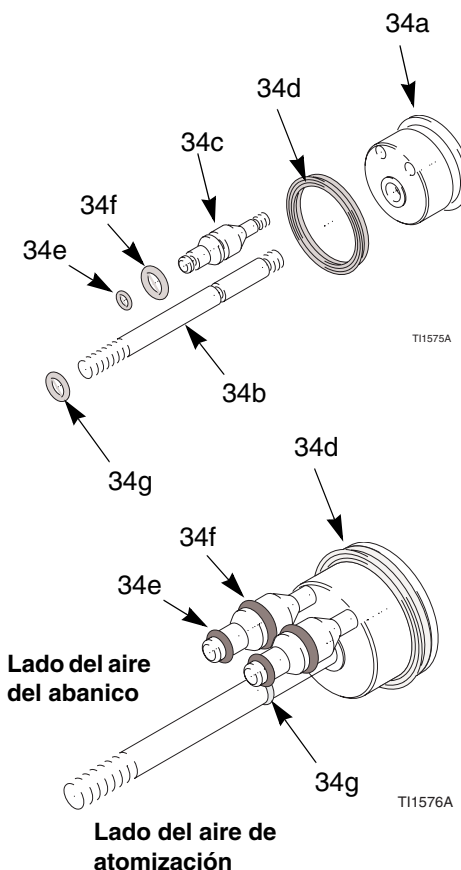

Fig. 28. Juntas tóricas del pistón
5. Inspeccione las juntas tóricas (34e, 34f, 34g) y la empaquetadura de la copela en U (34d) en busca de daños. Vea la Table 5 y Fig. 28.